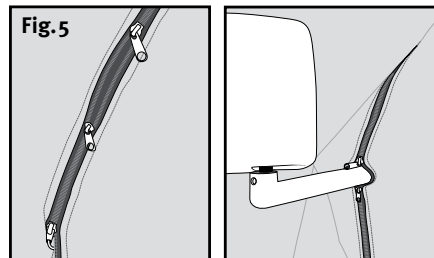

Fig. 5
4. Your cover is equipped with triple zipper pulls on the front side panels (Fig. 5). These extra zipper pulls allow
4. Votre housse possède des fermetures à glissière à trois cordons sur l'avant des sections de toile latérales (voir Fig. 5). Ces cordons